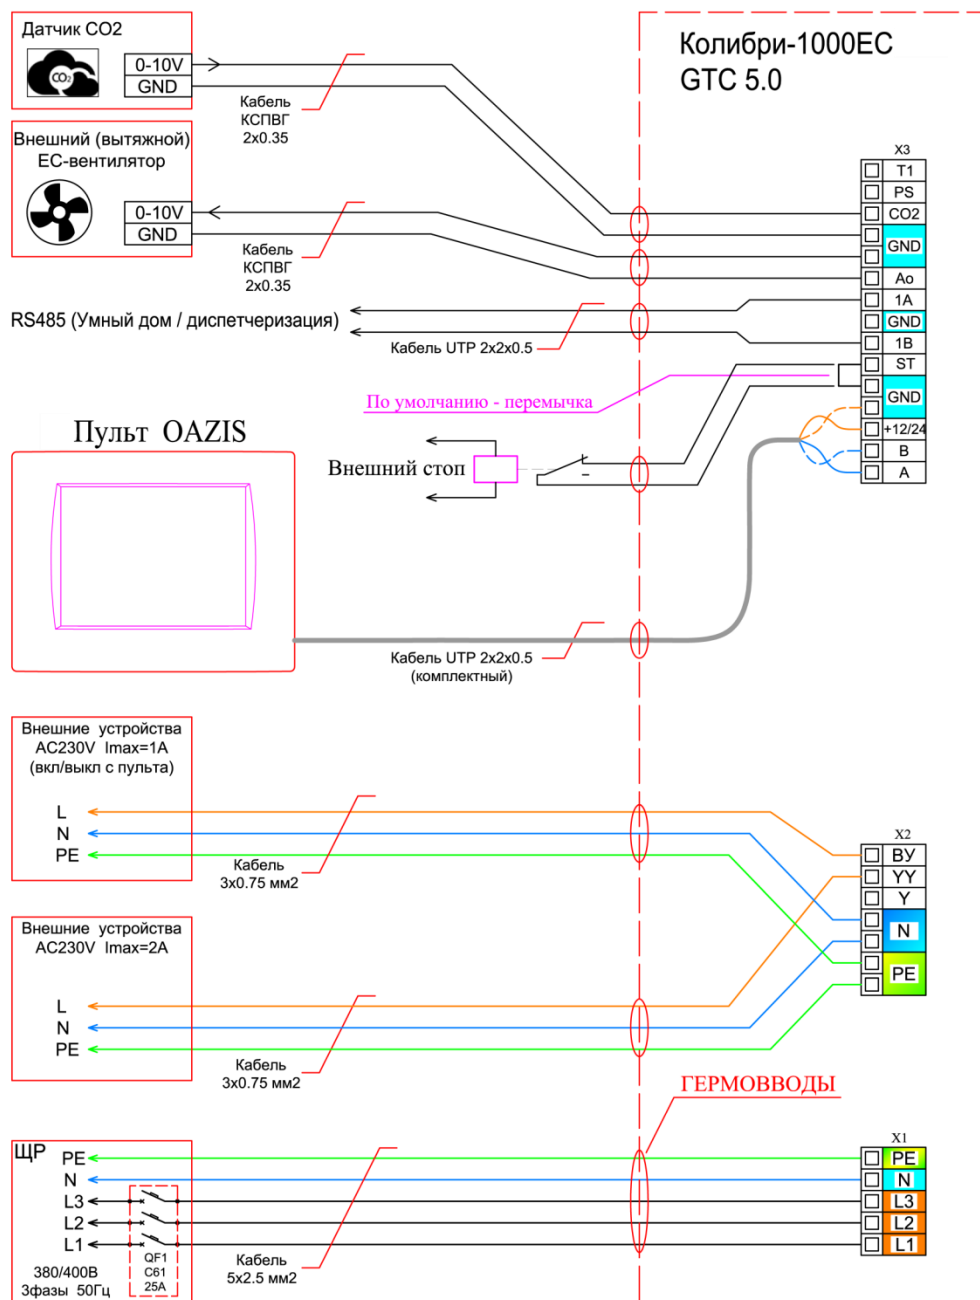

Рис. 4
Подключение K-1000EC производится в соответствии со схемами (См. Рис. 4 и Рис. 5), «пропуская» кабели через установленные в корпусе гермовводы (11).